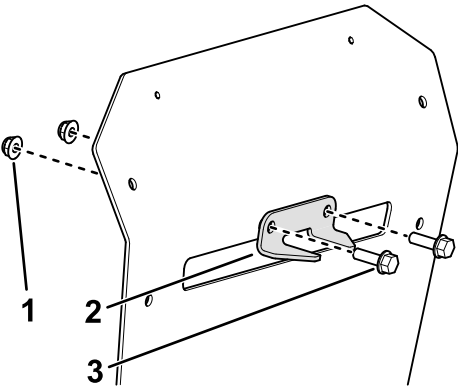

Figura 13
2. Instale el soporte del estabilizador en el protector trasero usando dos pernos ($\frac{5}{16}'' \times 1''$) y 2 contratuercas ($\frac{5}{16}''$), como se muestra en la Figura 13.